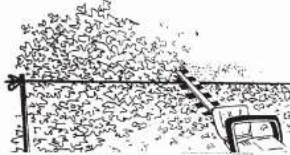

Рисунок 3
4.4 Рекомендовано позначити для себе верхній край кущів, до якого ви хочете обрізати, за допомогою направляючої лінії (натягнувши стрічку, тощо). Відрізайте всі гілки, які виступають за направляючу лінію. Дивіться рисунок 3.